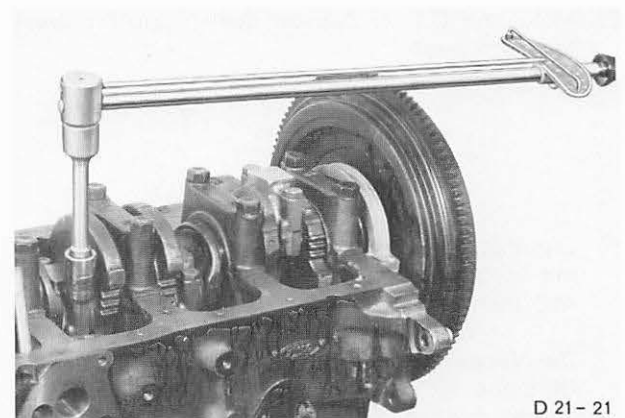

Abb. 66 Pleuelschrauben mit vorgeschriebenem Drehmoment festschrauben
52. Pleuel – Lagerdeckel komplett mit eingeölte Lagerschalen aufstecken. Pleuelschrauben mit vorgeschriebenem Drehmoment festschrauben, Abb. 66.